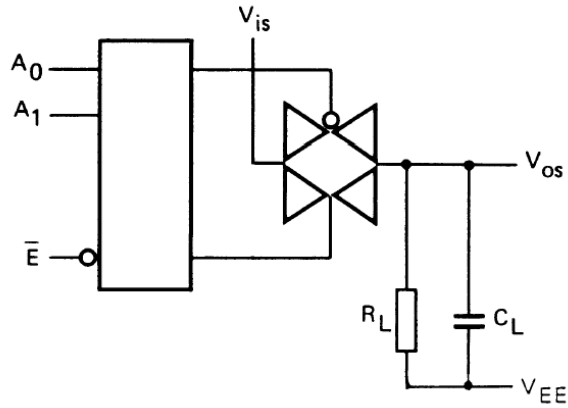

图 3
- $R_L=10K\Omega$  到  $V_{EE}$ ;  $C_L=50pF$  到  $V_{EE}$ ;  $\overline{E}=V_{SS}$ ;  $V_{IS}=V_{DD}$  (方波); 如图 3 所示
- $R_L=10K\Omega$ ;  $C_L=50pF$  到  $V_{EE}$ ;  $\overline{E}=V_{SS}$ ;  $A_n=V_{DD}$  (方波); 测量  $t_{PLH}$  时  $V_{IS}=V_{DD}, R_L$  到  $V_{EE}$ ; 测量  $t_{PHL}$  时  $V_{IS}=V_{EE}, R_L$  到  $V_{DD}$ , 如图 3 所示
- $R_L=10K\Omega$ ;  $C_L=50pF$  到  $V_{EE}$ ;  $\overline{E}=V_{DD}$  (方波); 测量  $t_{PHZ}$  和  $t_{PZH}$  时,  $V_{IS}=V_{DD}, R_L$  到  $V_{EE}$ ; 测量  $t_{PLZ}$  和  $t_{PZL}$  时;  $V_{IS}=V_{EE}, R_L$  到  $V_{DD}$ ; 如图 3 所示
- $R_L=10K\Omega$  到  $V_{EE}$ ;  $C_L=15pF$  到  $V_{EE}$ ;  $\overline{E}$  或  $A_n=V_{DD}$  (方波); 干扰是  $|V_{OS}|$  (峰值); 如图 3 所示